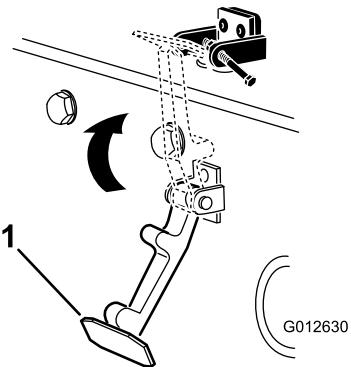

Рисунок 8
5. Зацепите защелку за кронштейн защелки капота (Рисунок 8).